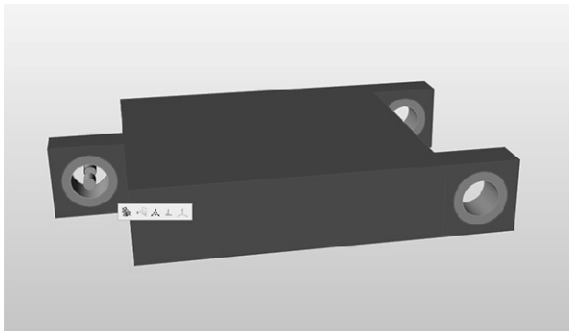

图 5-6
- 3) 单击 Boss 材料前部施加约束, 如图 5-6 所示。